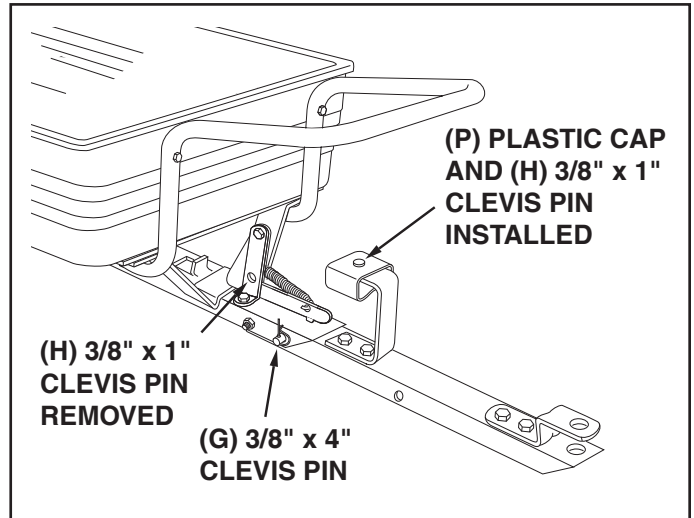

FIGURE 10
(See figure 10 on page 7.)
- c. Remove the 4" long clevis pin and hairpin cotter which secure the tongue in the towing position. (See figure 10 on page 7.)
1. Pour transformer la remorque d'une remorque à pousser en une remorque tractable (voir figure 10 à la page 7) :